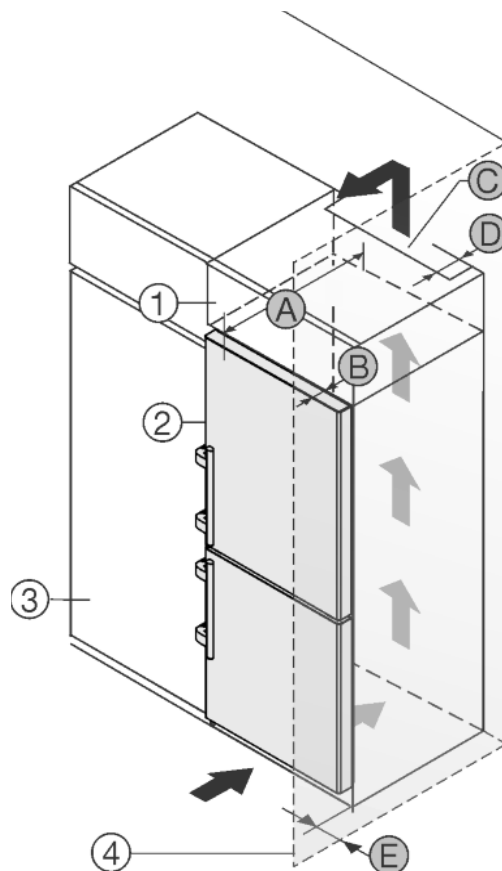

Fig. 51
Устройство может быть окружено кухонными шкафами. Чтобы уравнять устройство *Fig. 51 (2)* по высоте с кухонной стенкой, можно установить над устройством дополнительный шкафчик *Fig. 51 (1)*.
Установить устройство можно непосредственно рядом с кухонным шкафом *Fig. 51 (3)*. Чтобы можно было полностью открыть двери, устройство должно выступать на глубину *Fig. 51 (B)* относительно передней стенки кухонного шкафа. В зависимости от глубины кухонных шкафов и использования пристенных распорок устройство может выступать и больше.
- На задней стенке дополнительного шкафчика должен быть вентиляционный канал с глубиной *Fig. 51 (D)* по всей ширине этого шкафа.
- Нужно соблюдать вентиляционное отверстие *Fig. 51 (C)* под нижней панелью.
Если устройство установлено на шарнирах у стены *Fig. 51 (4)*, то нужно соблюдать расстояние *Fig. 51 (E)* между устройством и стеной. Настолько выступает ручка при открытой дверце.